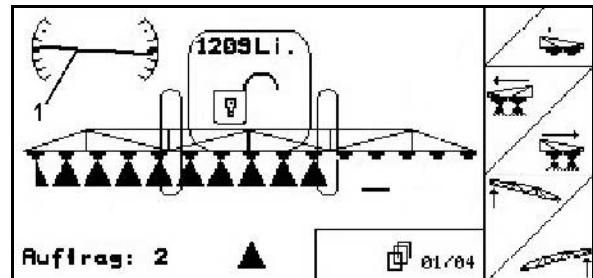

Fig. 80
- På displayet viser symbolet for hellingjusteringen (Fig. 80/1) valgt utliggerhelning. Her er venstre sprøyteutliggerside hevet.